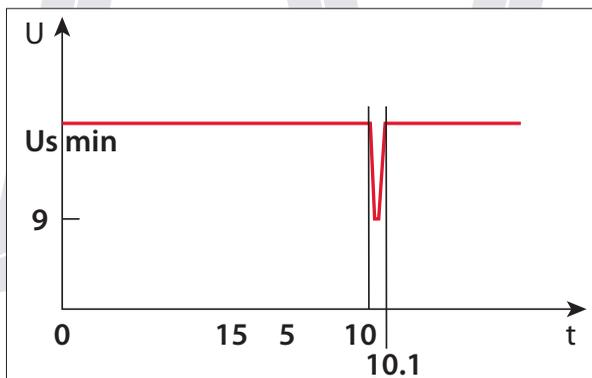

Рис. 2. Встроенная форма импульса провала напряжения питания по ISO-16750-2
- кратковременные (1 мс) провалы напряжения питания (рис. 2);